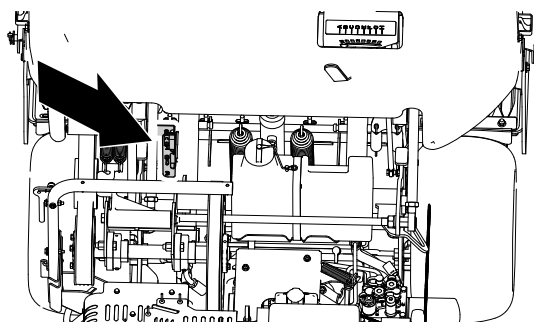

**Figura 31**
2. Levante la palanca de enganche del capó y eleve el capó de la máquina (Figura 31).
2. Levante la palanca de enganche del capó y retire el capó de la máquina (Figura 31).